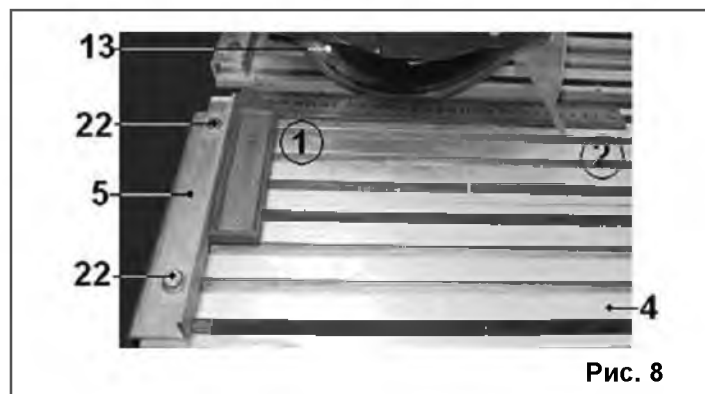

Рис. 8
#### 10.1. Регулировка угла резания (Рис. 8)
10.1.3. Как показано на Рис. 8, положите угольник на рабочий стол (4) вплотную к фронтальному упору (5). Проверьте параллельность перемещения отрезного диска (13) в точках 1 и 2. При необходимости ослабьте болты (22), произведите регулировку угла  $90^\circ$  фронтального упора (5) относительно отрезного диска (13). По окончании регулировки надёжно закрепите болты (22).